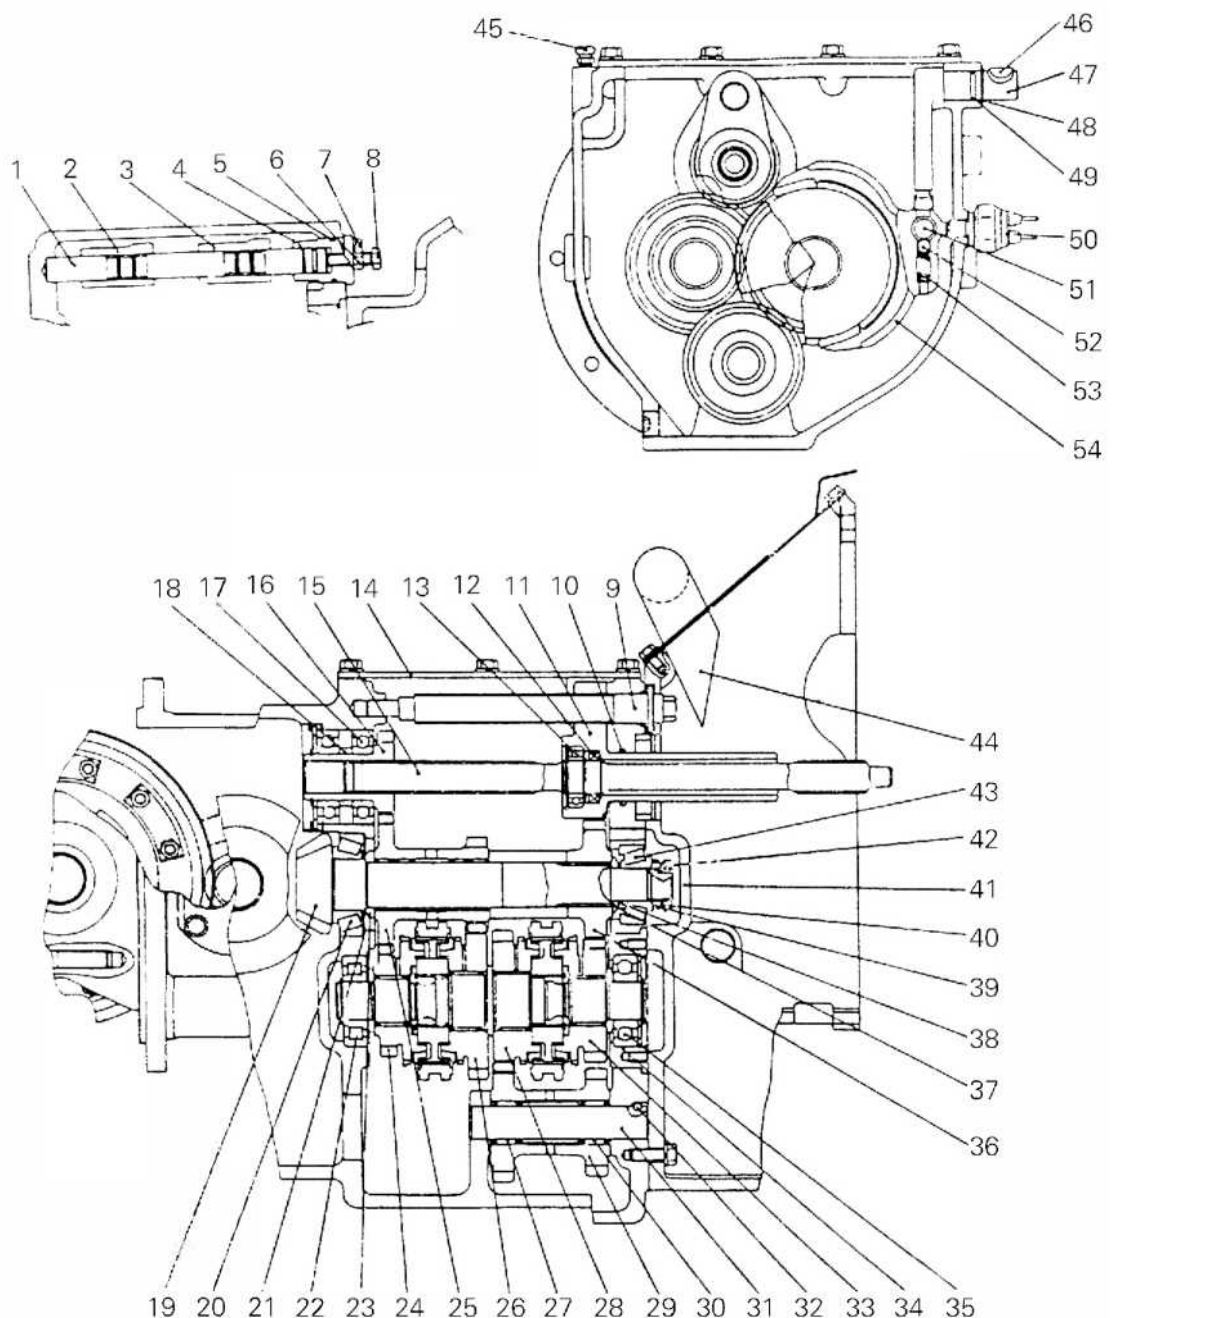

Рис. 3-1. Трансмиссия
2.2.2 Поверните скользящий болт на верхнем конце коробки передач против часовой стрелки (см. рис. 3-1 ниже), чтобы он позволил ведущему валу войти в коробку передач.
Приводное устройство вилочного погрузчика с механическим приводом представляет собой цельную конструкцию, состоящую из механической коробки передач, редуктора, дифференциала и корпуса сцепления (рис. 3-1). Механическая коробка передач оснащена синхронизатором для синхронного вращения зацепляющихся колес во избежание столкновения передач во время переключения, особенно при переключении вперед и назад, что делает переключение плавным и снижает уровень шума при переключении.
3.2.5 Рычаг переключения и вилка переключения передач (см. рис. 3-2 и рис. 3-1)